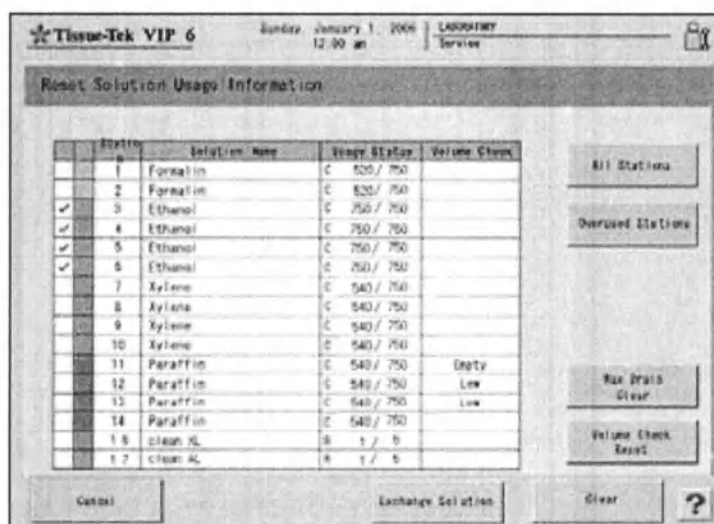

Рис. 102 Обнуление информации об использовании растворов
1. В меню «Process Menu» (Меню процессов) нажмите кнопку «**Reset Solutions Usage Information**» (Обнуление информации об использовании растворов). Появится соответствующее меню (Рис. 102).